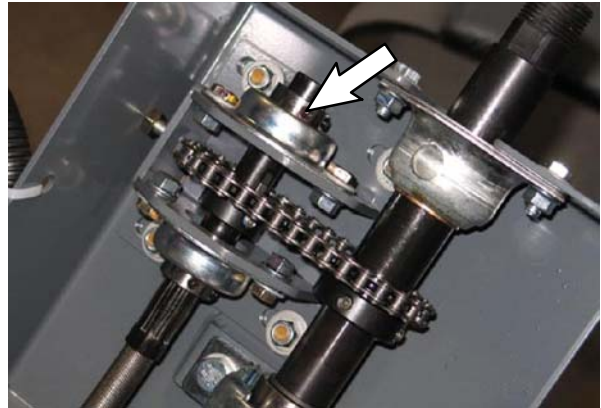
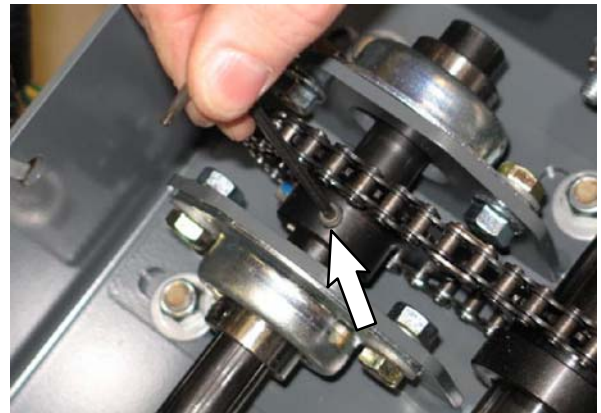
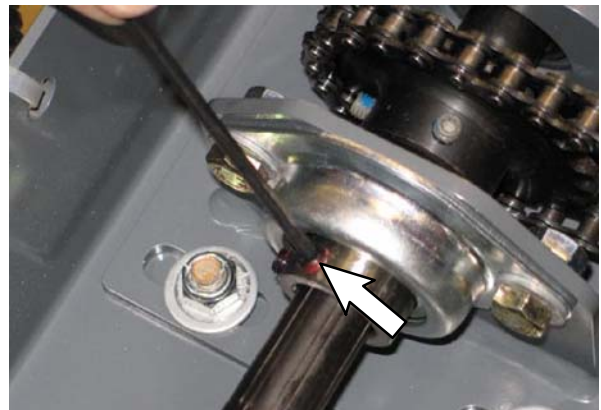

ABB. 21
ABB. 22
ABB. 23
19. Lösen Sie die sechs Feststellschrauben im oberen Flanschlager, im Lenkzahnrad und im unteren Flanschlager. (Abb. 21/Abb. 22/Abb. 23)